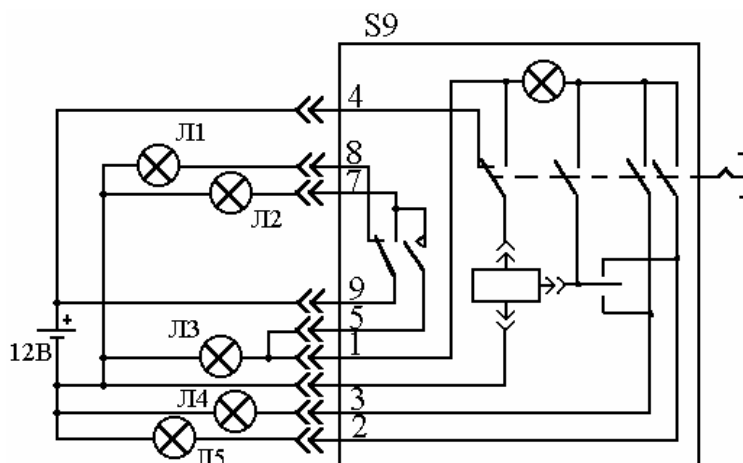

Рис. 15. Проверка работоспособности переключателя световой сигнализации и реле-прерывателя.
4.9.3.4. Переключая переключатель по пп. 4.1.7, проверить его работу. Каждому положению переключателя соответствует определенная лампа (рис. 15):